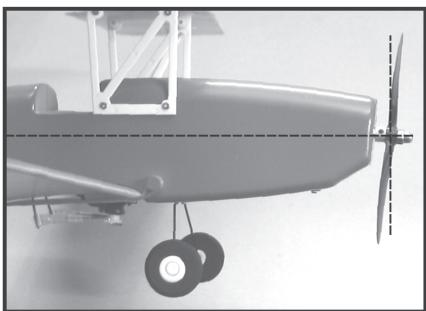

Figure 19
A l'arrière du fuselage, insérez le fil métallique du train (1) dans le logement prévu à cet effet (2) qui se trouve juste devant le compartiment à batteries (voir aussi Figure 19).
Si vous alignez le modèle réduit à l'horizontale et le regardez ensuite de côté, vous constatez vite que l'hélice n'est pas tout à fait à la verticale par rapport à l'axe longitudinal du fuselage (voir Figure 19, ligne à tirets), mais légèrement « de travers » vers le bas.